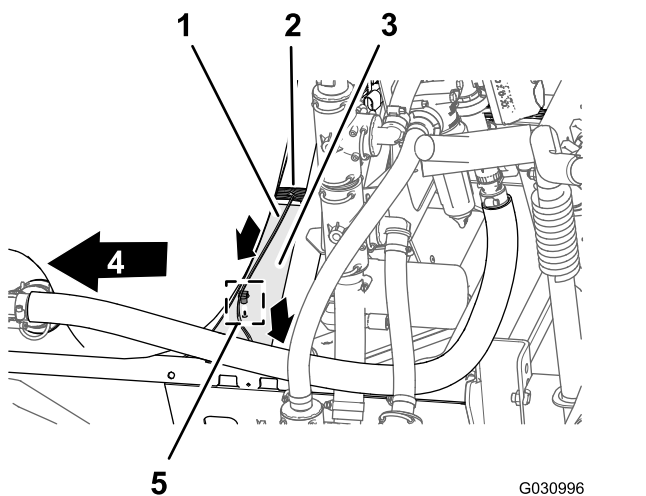

Figura 100
- Disponete la diramazione del cablaggio preassemblato da 86 cm per il solenoide della pompa di irrorazione attraverso la parte superiore del canale del telaio dell'irroratrice e in basso verso il solenoide della pompa dell'irroratrice (Figura 100).
2. Inserite i fermi a pressione della diramazione del cablaggio preassemblato di 86 cm nel foro del canale del telaio dello spruzzatore (**Figura 100**).